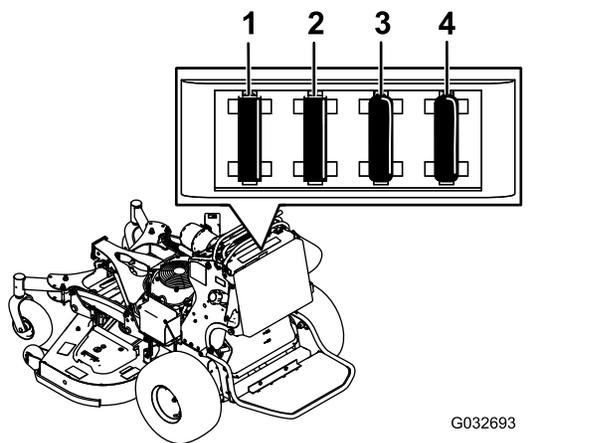

Figure 49
2. Tirez sur le fusible pour le sortir ou le remplacer (Figure 49).
Remarque: Veillez à utiliser un fusible du bon calibre Figure 49.